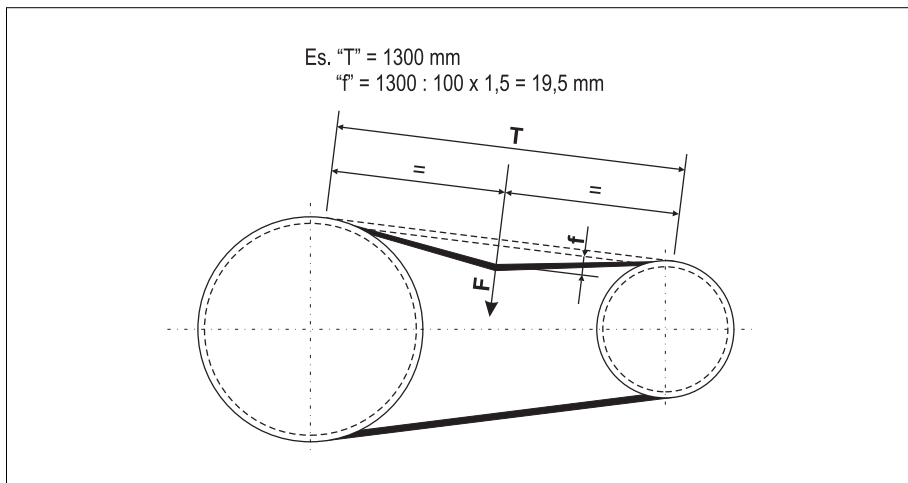

FIG. 26 (Tensione cinghie)
5.6.4- Montaggio delle cinghie (FIG. 26 e TAB. 14)
Inserire le cinghie nelle apposite pulegge e controllare la tensione delle cinghie come segue (FIG. 26):